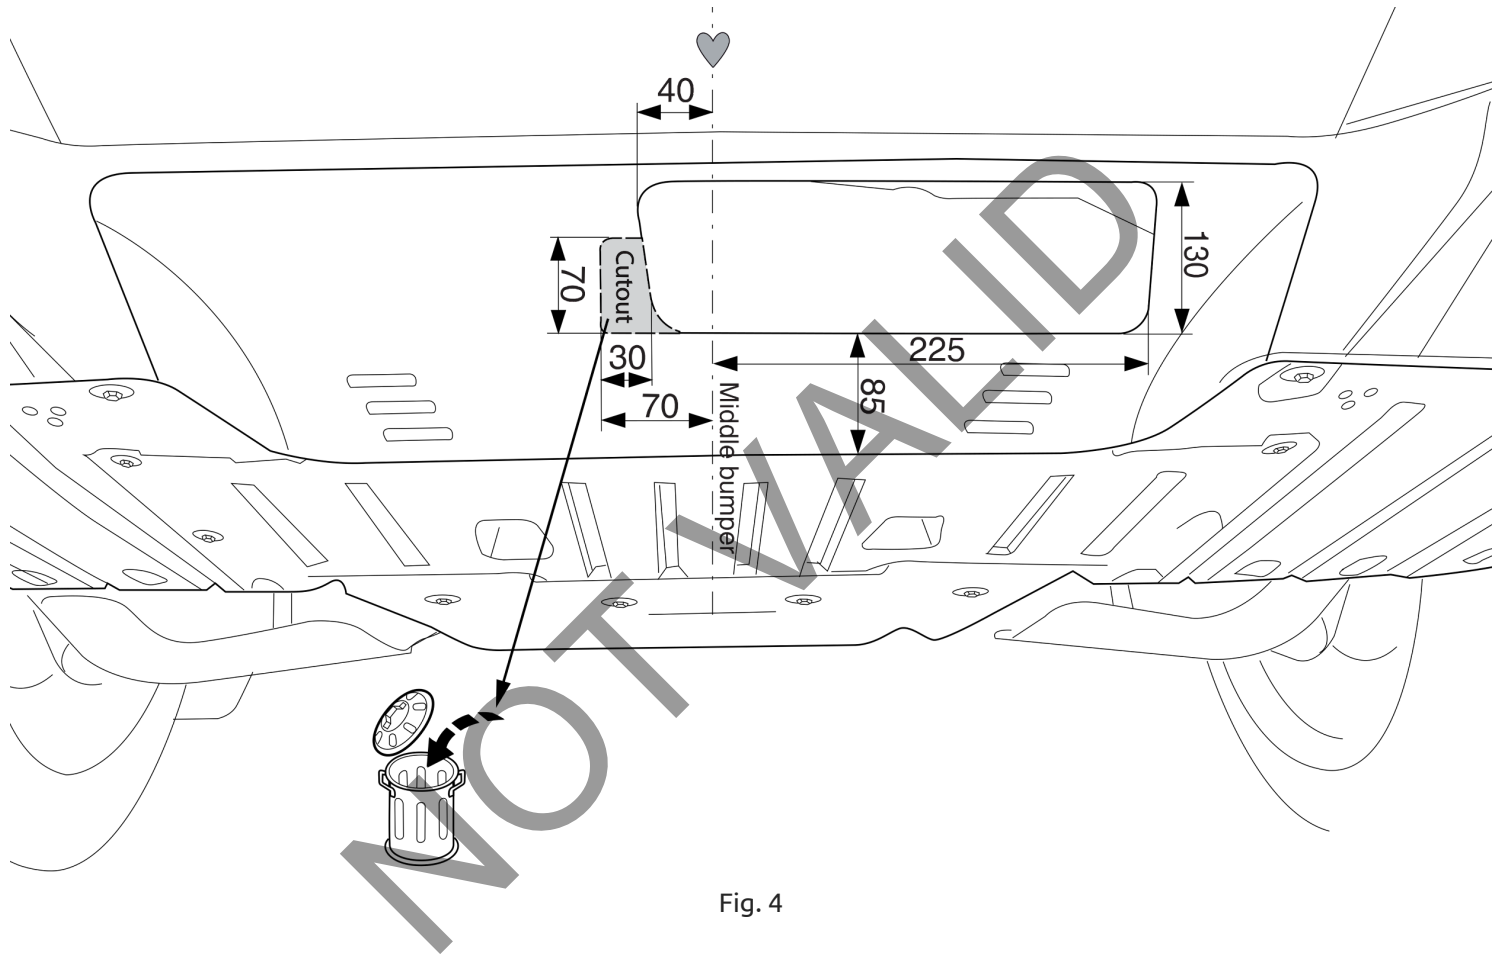

Fig. 4
9. Отпилить обозначенную часть, как указано на рис. 4.